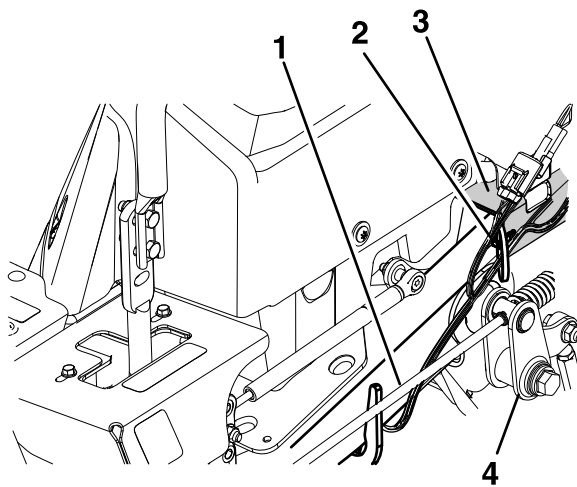

Figure 4
- A. Le faisceau passe sous le tube du châssis et remonte entre la biellette de frein supérieure (voir Figure 4).